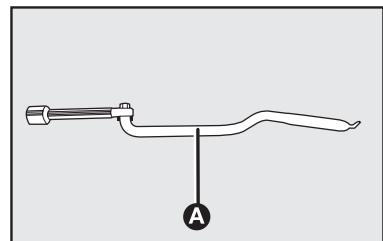

fig. 6
- Tirar a chave **A-fig. 6** fornecida no kit de ferramentas, localizado sob o banco do motorista.